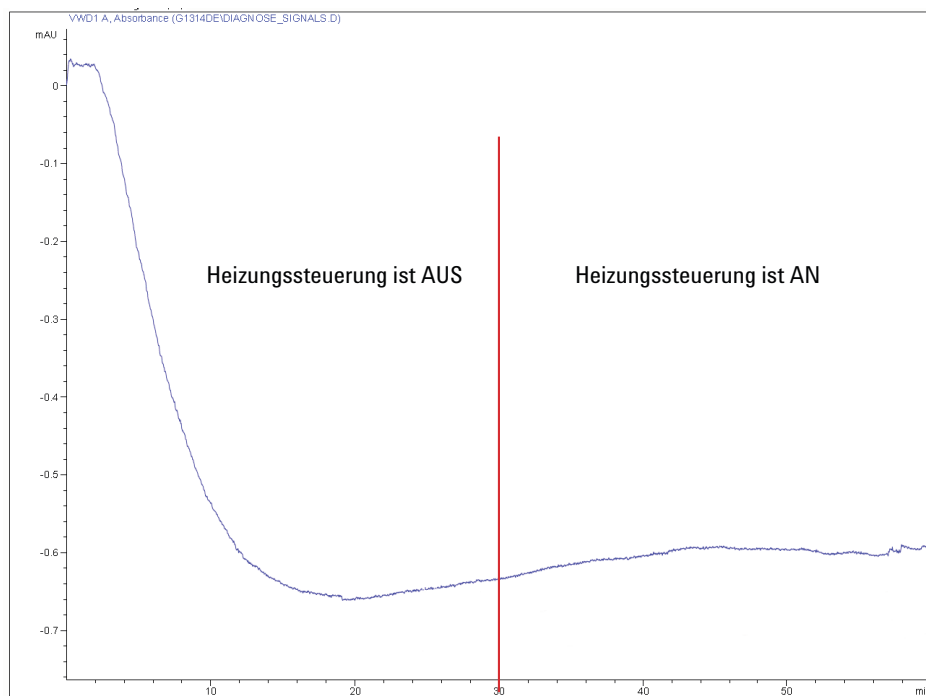

Abbildung 38 Stabilisierung der Basislinie nach Einschalten des Detektors
- 6 Damit der Detektor eine stabile Basislinie erzeugen kann, muss er mindestens 60 Minuten aufgewärmt werden (Beispiel: Abbildung 38 auf Seite 96).